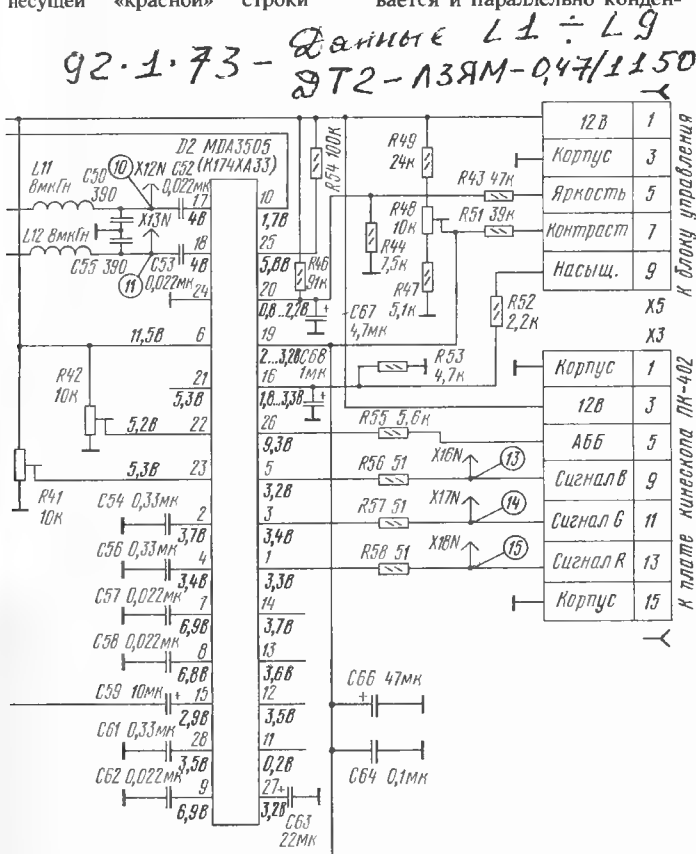
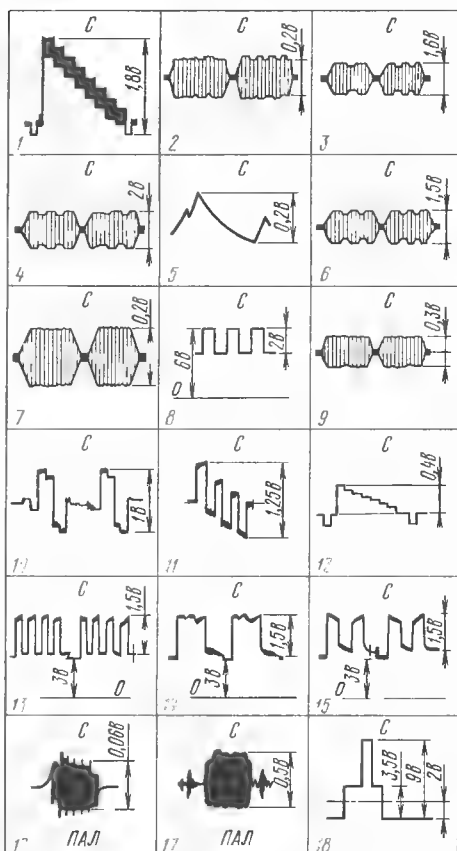

Рис. 5
Рис. 6
2. Байрашевский А. М., Ничипоренко Н. Т. Судовые радиолокационные системы. — М.: Транспорт, 1982, рис. 6. 3.
Принципиальная схема модуля МЦ-402 представлена на рис. 5 (на схеме буква С в скобках рядом с указанным напряжением на выводах обозначает режим приема сигнала СЕКАМ, буква П — режим приема сигнала ПАЛ), а осциллограммы в характерных точках — на рис. 6. Из модуля радиоканала полный цветовой телевизионный видеосигнал (ПЦТВ) поступает на контакт 13 соединителя Х6 (осциллограмма 1 на рис. 6). В модуле видеосигнал проходит через контакт 1 соединителя Х2 на субмодуль цветности ПАЛ и через конденсатор С8 — на входной контур СЕКАМ (контур коррекции ВЧ предскажений — «клеш»), состоящий из катушки L2 и конденсатора С7. Добротность контура определяется сопротивлением резистора R2.
от частоты другой поднесущей («синей» строки в СЕКАМ или ПАЛ) к контуру дополнительно подключается конденсатор C44 или C46 соответственно; перестраивая его. При приеме сигналов СЕКАМ для переключения используются коммутирующие импульсы прямоугольной формы и полустроочной частоты (осц. 8 на рис. 6), формируемые на выводе 7 микросхемы D1 модуля. Через конденсатор C43 они воздействуют на базу транзистора VT3 (на ней сигнал имеет ту же форму, что и на осц. 9, но постоянная составляющая отсутствует). Так как напряжение коммутации положительно во время «синей» строки СЕКАМ, транзистор открывается и параллельно конден-